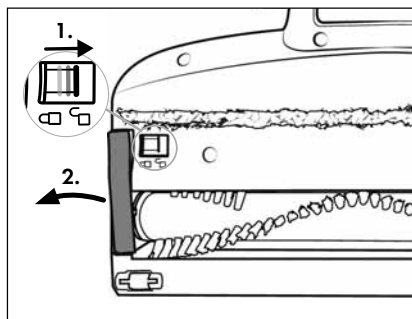

Fig. 26
❶ ATTENZIONE!
- Utilizzare l'apparecchio solo con il rullo a spazzola ❶ montato correttamente.
❷ Nota
- Pulire regolarmente il rullo della spazzola ❶, per garantire il funzionamento regolare dell'apparecchio e per evitare guasti.
- 1) Rimuovere la spazzola per pavimenti ❷ dal tubo di aspirazione ❸ o dall'apparecchio (vedere capitolo **Smontaggio dell'apparecchio**). Girare la spazzola per pavimenti ❷.
- 2) Disimpegnare il rullo a spazzola ❶ spostando lo sblocco del rullo a spazzola ❸ con il dito verso destra e rimuovendo il supporto del rullo a spazzola ❹ dalla spazzola per pavimenti ❷ (vedere fig. 26).